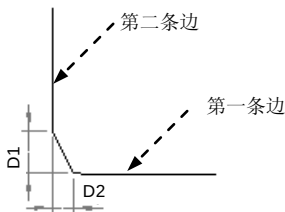

图 4.3.24 第三种创建方式
③ 在“类型”下拉列表中选择“D1 x D2”选项，在“D1”文本框中输入倒角尺寸 4，在“D2”文本框中输入倒角尺寸 8，在“修剪造型”下拉列表中选择“完全修剪”选项，单击“确定”按钮。倒角结果如图 4.3.24 所示。